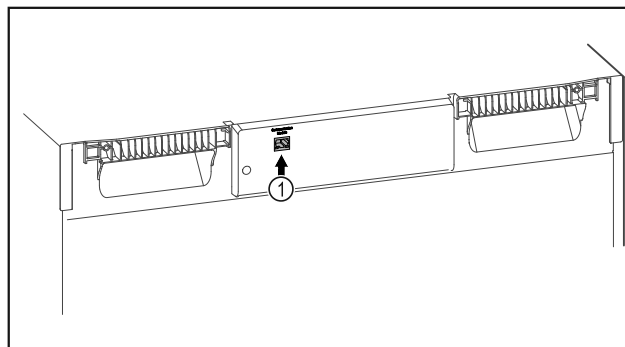

Fig. 82
- SmartModule Fig. 82 (1) je nasadený.